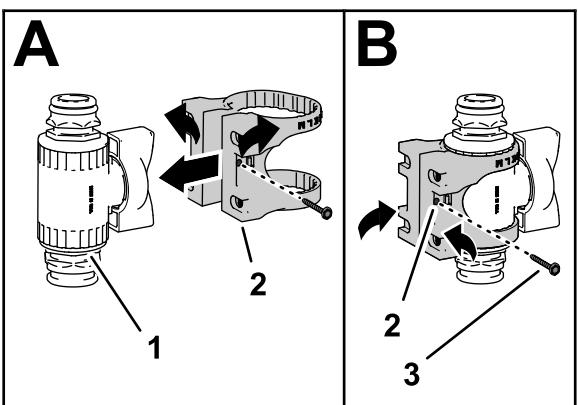

Bild 19
3. Befestigen Sie die Ventilhalterung am Regelventil, wie in A in Bild 19 abgebildet.
4. Befestigen Sie die Ventilbefestigung mit dem Bundbolzen (Gr. 6) am Regelventil und ziehen ihn mit der Hand an (B in Bild 19).